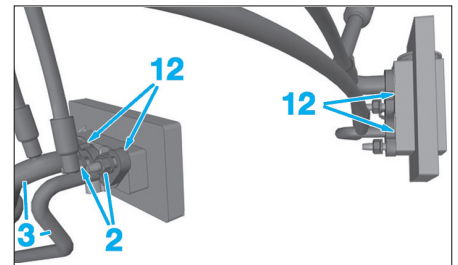

Fig. 11
La bride (12) doit être en appui sur son interface avant le serrage des écrous (2) (Fig.11).